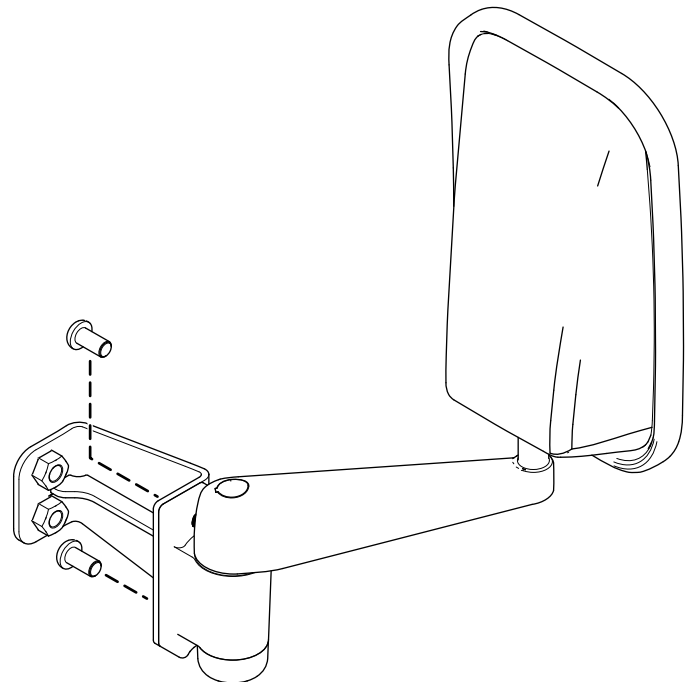

Figura 1
1. Prenda o espelho ao suporte do espelho utilizando dois parafusos de cabeça Torx (Figura 1).